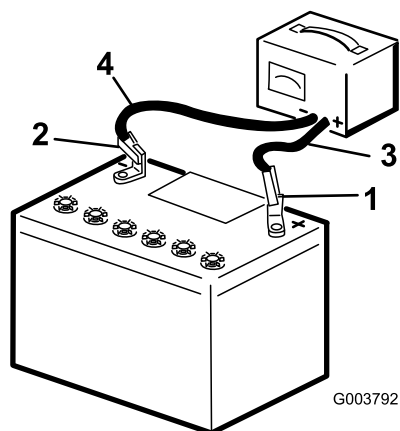

Рисунок 131
5. Подсоедините положительный провод зарядного устройства к положительному штырю аккумулятора (Рисунок 131).
6. Подсоедините отрицательный провод зарядного устройства к отрицательному штырю аккумуляторной батареи (Рисунок 131).
8. После полной зарядки аккумулятора отсоедините зарядное устройство от источника электропитания и штырей аккумулятора (Рисунок 131).